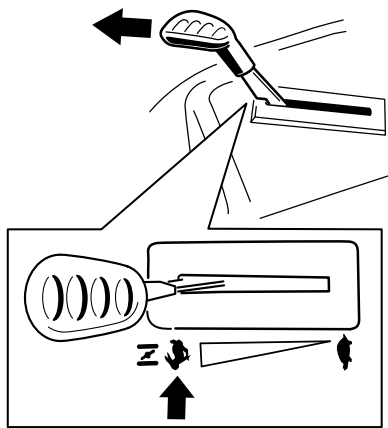

Figura 19
**Nota:** Engate sempre as lâminas com o acelerador na posição RÁPIDO (Figura 19).